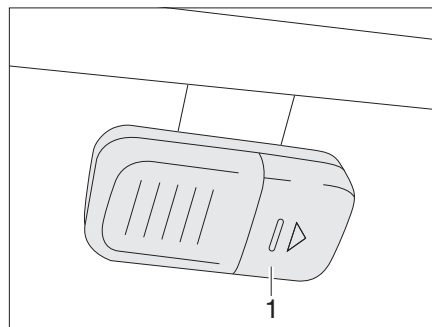

Fig. 176 Eclairage de la penderie avec DEL, compartiment à piles fermé
- Pousser le couvercle (Fig. 176,1) dans la direction de la flèche.